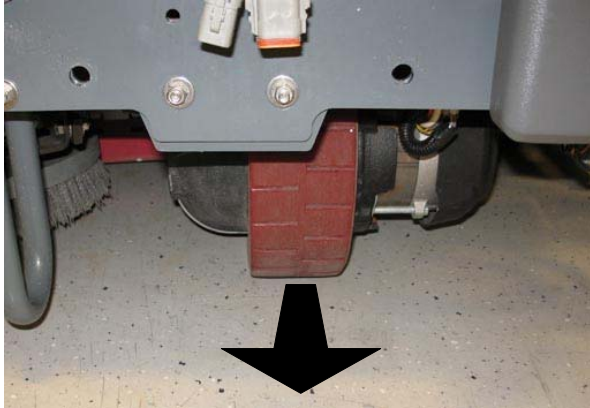

ABB. 60
22. Richten Sie das Vorderrad so aus, dass es gerade nach vorn zeigt. (Abb. 60)